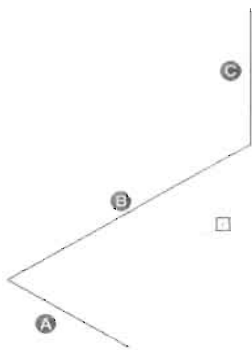

图 11-27
(1) 开启“正交”功能。
(2) 使用“直线”命令绘制 3 条相互垂直的直线，直线 A、C 长为 10mm，直线 B 长为 20mm，绘制效果如图 11-27 所示。